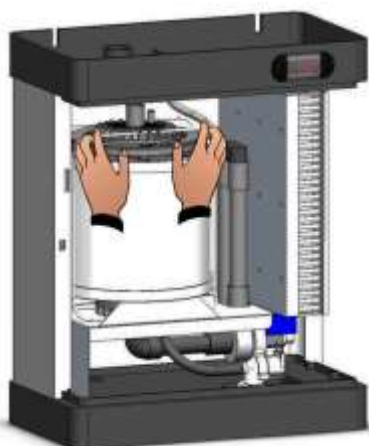

Fig. 27
2. Sganciare la molla frontale di fissaggio dalla flangia vapore superiore facendola scorrere all'esterno del cilindro (Fig.27, 28, 29).